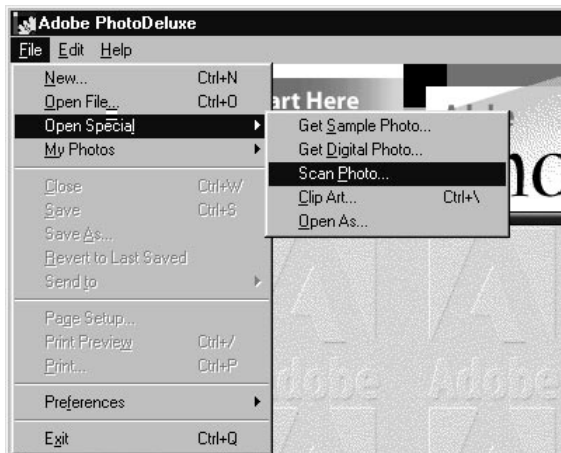

Figure 27 : Sélectionner et lancer TWAIN
2. Dans le menu 'File', sélectionnez les options 'Open Special/ Scan Photo...' (voir figure 27).
3. Cliquez sur 'File', sélectionnez l'option 'Open Special' et ensuite 'Scan Photo...' (voir figure 27). S'ouvre alors la boîte de dialogue TWAIN (voir figure 23).